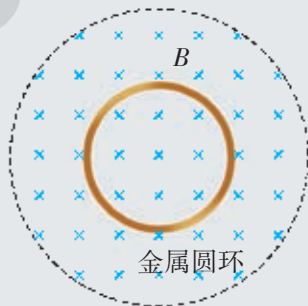

图 1-38
4. 如图 1-38 所示,在虚线圆周内有一均匀的磁场,其磁感应强度 B 正以 0.1 T/s 的变化率减小。在圆周内放一金属圆环,使圆环平面垂直磁场。已知此圆环半径为 0.1 m 。